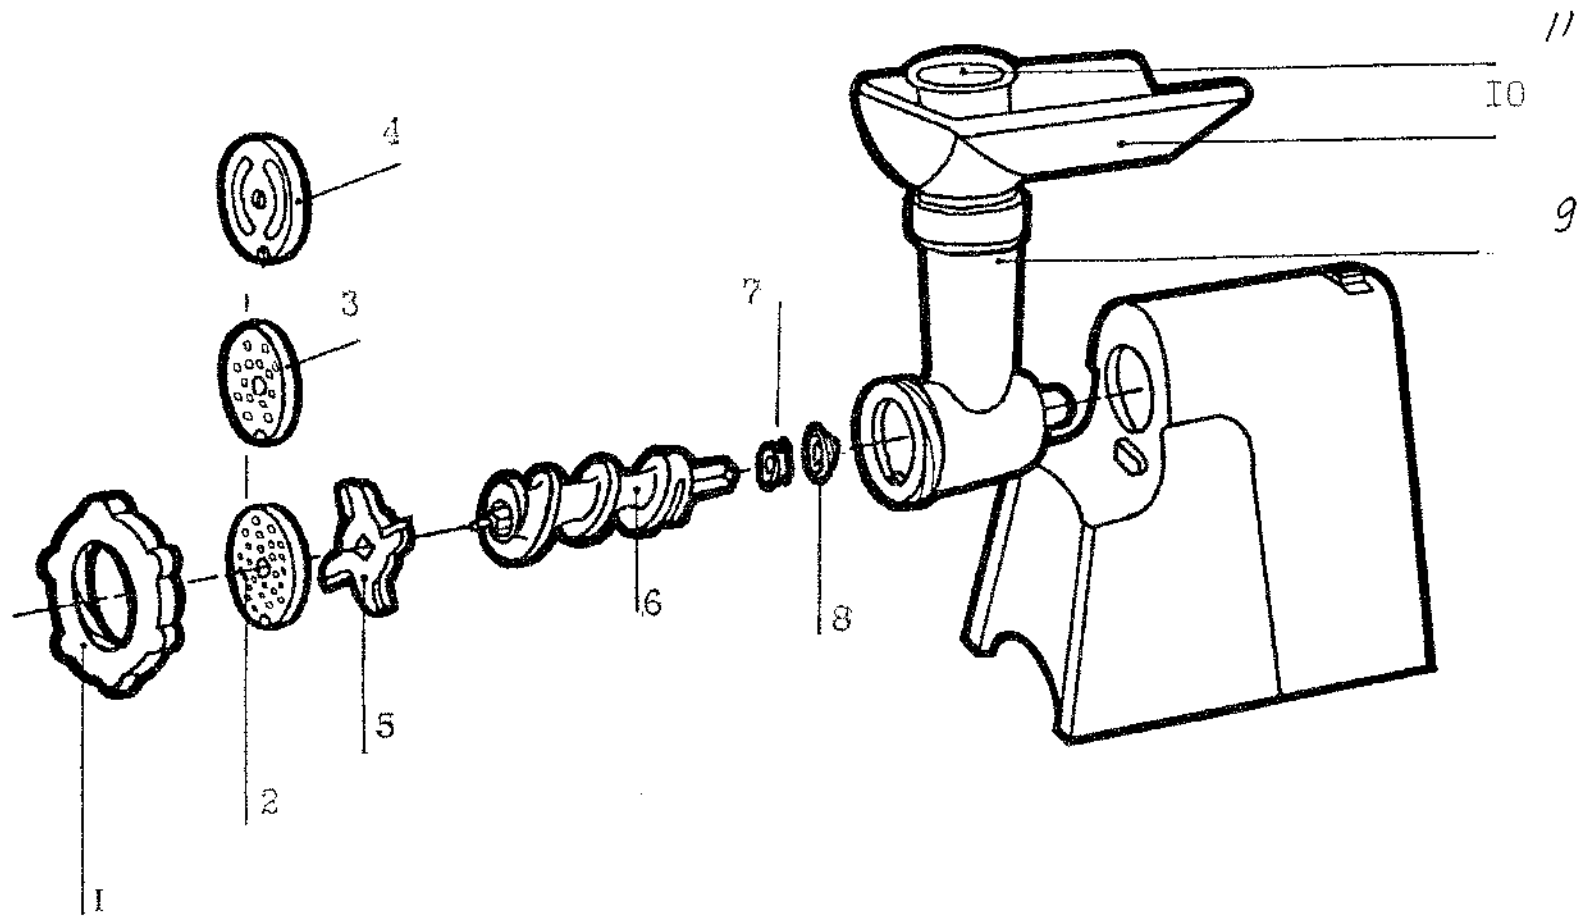

Рис.302
- приставка-мясорубка (рис. 302, 303)